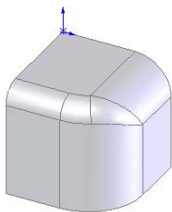

图 3-73 圆角的图形
**04** 确认圆角特征。单击“圆角”属性管理器中的“确定”图标按钮，结果如图 3-73 所示。